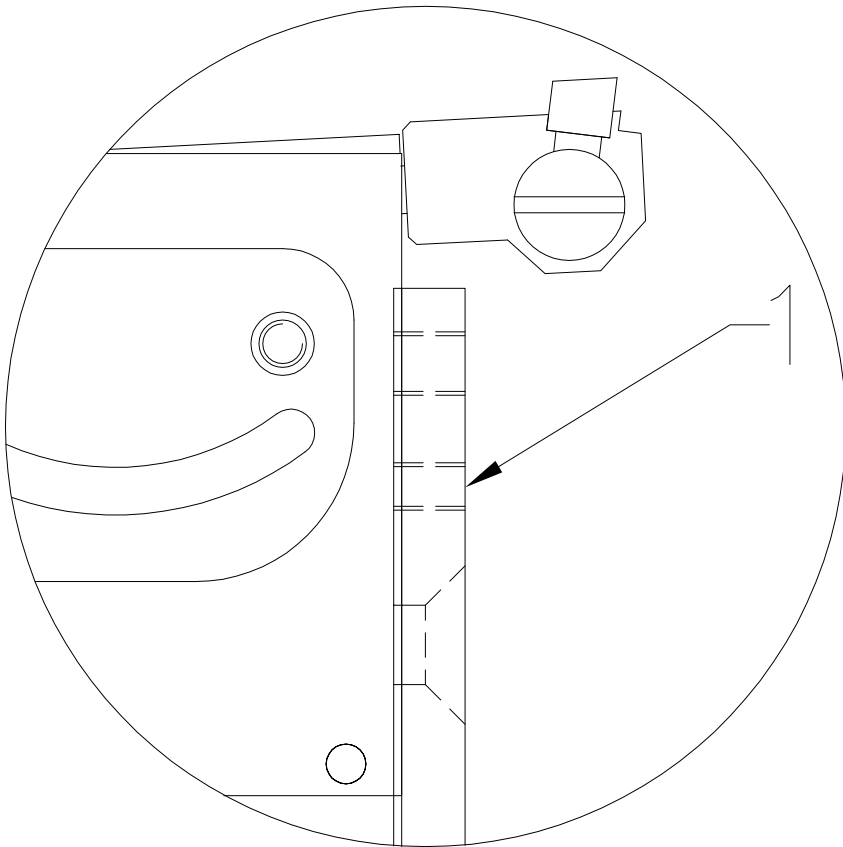

Fig. 6
9. Empty out a Cylinder (*Fig. 6*)